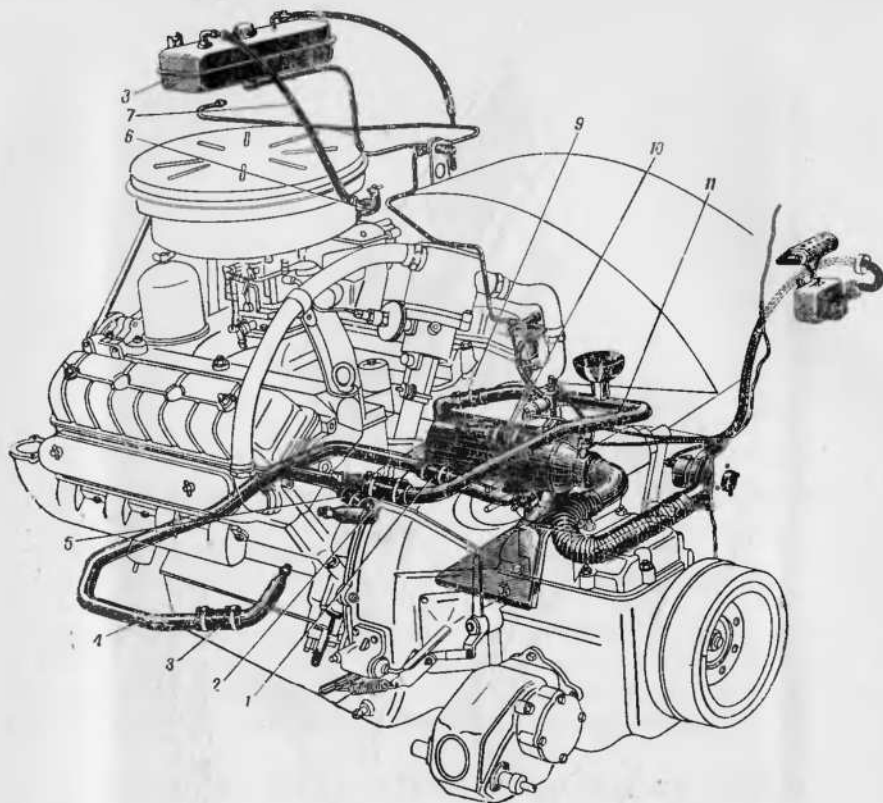

Рис. 40. Система подогрева двигателя:
2. Снять хомут и отсоединить топливный шланг 7 (рис. 40) от перекрывного крана 6 топливного бачка 8 подогревателя. Отвернуть гайку, скобы крепления топливного шланга 7 к компрессору, снять скобу и отвести шланг в сторону.
8. Установить на место топливный бачок 8 (рис. 40) и закрепить его двумя болтами на кронштейне.
12. Присоединить топливный шланг 7 (рис. 40) к перекрывному крану 6 топливного бачка подогревателя и закрепить его стяжным хомутом. Закрепить шланг 7 на компрессоре скобой и гайкой.